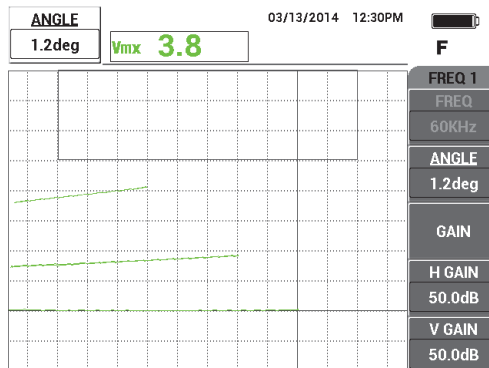

Abbildung 5-80 Einstellen des niedrigeren Signals auf horizontal
9. Drücken Sie die Direktzugriffstaste ANGLE () und stellen Sie das niedrigere Signal (45 % Leitfähigkeit) ein, so dass es horizontal ausgerichtet ist (siehe Abbildung 5-80 auf Seite 199).